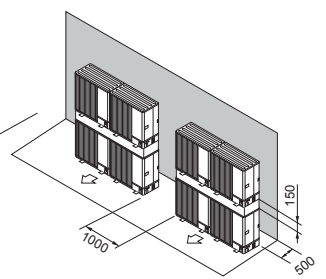

Fig. 2-19
- ⑦ Aranjare: unități suprapuse (Fig. 2-19)